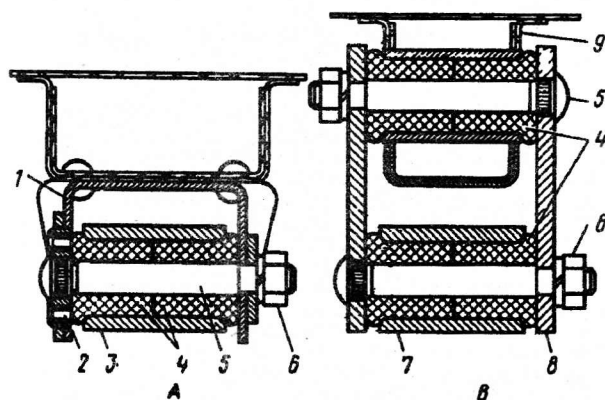

Рис. 171. Крепление концов рессоры:
Все пальцы 5 (рис. 171) крепления рессор одинаковы и запрессованы в шайбы 2 или щеки 8 серег. Противоположные концы пальцев затягиваются гайками 6.
5. Отсоединить задний конец рессоры, отвернув две гайки 6 (см. рис. 171, В).